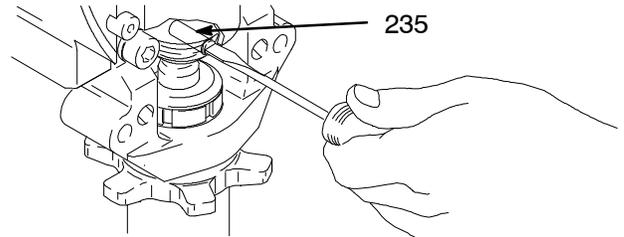

Abb. 16
5. Abb. 16. Mit einem Schraubenzieher die Haltefeder nach oben drücken und den Stift (235) herausdrücken.
2. Abb. 16. Stift (235) in das Loch drücken. Die Haltefeder in die Nut rings um die Verbindungsstange drücken.